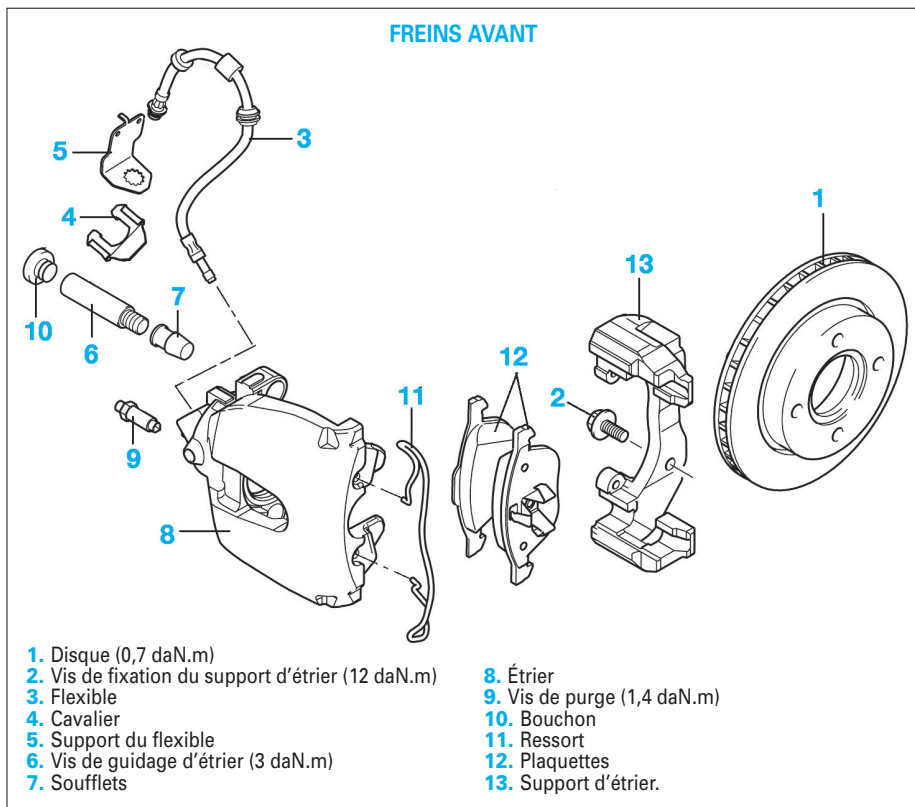

FIG. 9
- Dégrafer le câble de frein de stationnement (Fig.9).